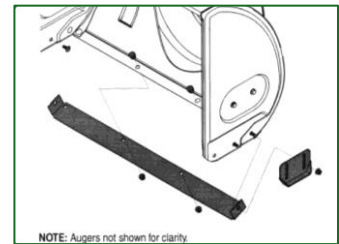

Abbildung 13
1. Entfernen Sie die vier Schlossschrauben und Sechskantflanschnuttern, mit denen sie an der Schneefräse befestigt sind. Siehe Abbildung 13.
2. Montieren Sie die neuen Gleitschuhe mit den vier Schlossschrauben (zwei auf jeder Seite) und Sechskantmuttern wieder. Siehe Abbildung 13.